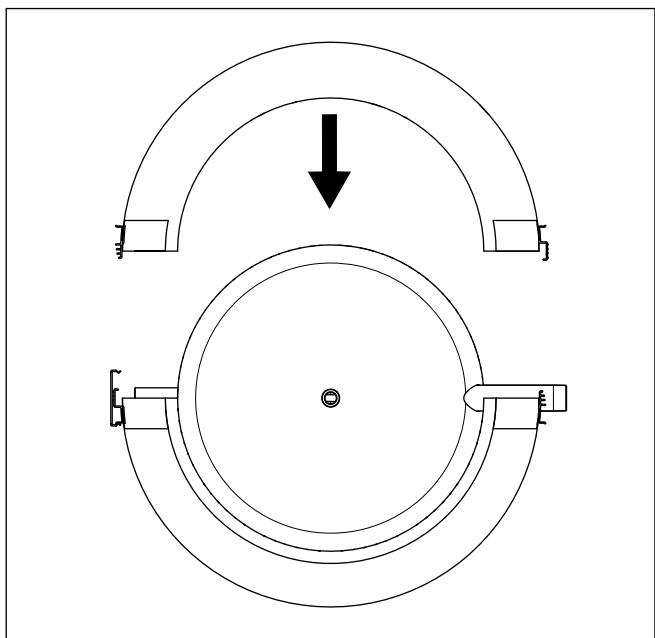

Fig. 4.7 Montage de la demi-coquille droite (par le haut)
- Disposez la demi-coquille gauche vue par l'avant autour du ballon d'accumulation, comme indiqué sur la fig. 4.7.
- Disposez la demi-coquille droite vue par l'avant autour du ballon d'accumulation, comme indiqué sur la fig. 4.7.